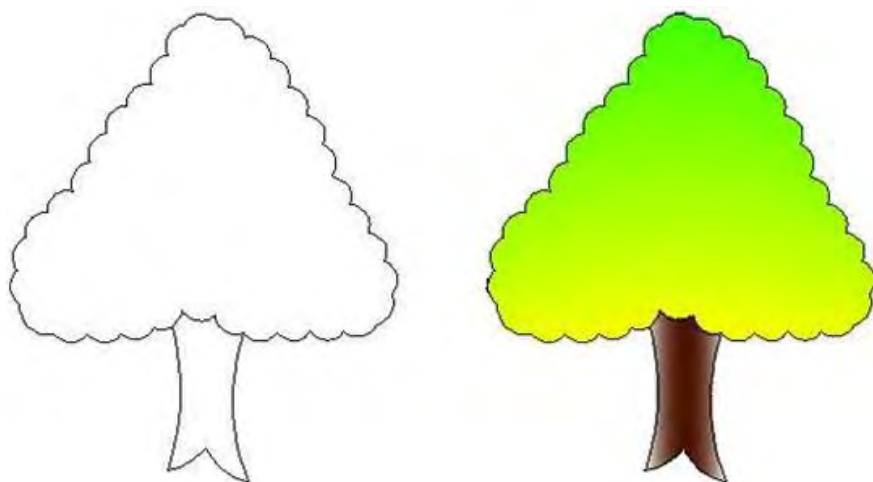

图 4-15 用“渐变色填充”对图形上色
- (1) 绘制一棵树的轮廓,如图 4-15 左图所示。
- (2) “Bhatch” → “渐变色”标签。
- (3) 选择“双色”，在“选择颜色”对话框中选择“索引颜色”标签，拾取绿和黄。
- (4) 选择“半球形”，在树冠区域拾取点，预览并右键确认。
(5) 回车重新打开“填充”对话框。选择“单色”，在“选择颜色”对话框中选择“索引颜色”标签，拾取棕色。
(6) 选择“反转圆柱形”，在树干区域拾取点，预览并右键确认。
(7) 填充之后的图形如图 4-15 右图。